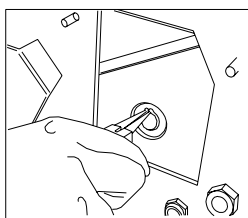

Fig. 18
- Introducir la pinza para seeger y extraer el anillo, como indicado en la fig. 18 (lado desmenzadora).